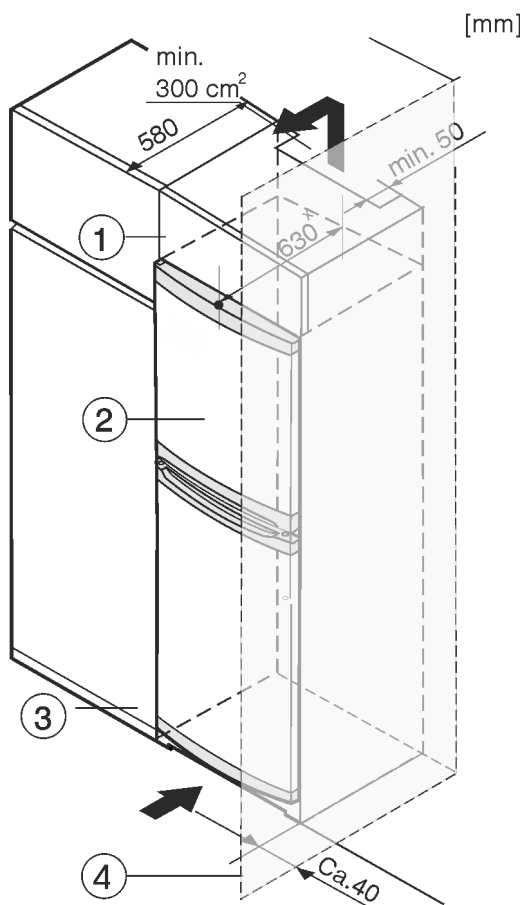

Fig. 8
- (1) Dulap suspendat
- (2) Aparat
- (3) Dulap de bucătărie
- (4) Perete
Aparatul poate fi refăcut cu dulapuri de bucătărie. Pentru a aduce aparatul Fig. 8 (2) la același nivel cu mobilierul de bucătărie, se poate monta deasupra aparatului un dulap suspendat Fig. 8 (1).
În cazul conversiei constructive cu dulapuri de bucătărie (grosime max. 580 mm), aparatul poate fi amplasat direct lângă dulapul de bucătărie Fig. 8 (3). Aparatul iese în afară în partea laterală cu 34 mm * și în centrul aparatului cu 50 mm * în raport cu suprafața frontală a dulapului de bucătărie.
Atunci când aparatul este montat cu balamalele lângă un perete Fig. 8 (4), distanța dintre aparat și perete trebuie să fie de cel puțin 40 mm. Această valoare corespunde proeminenței mânerului cu ușa deschisă.